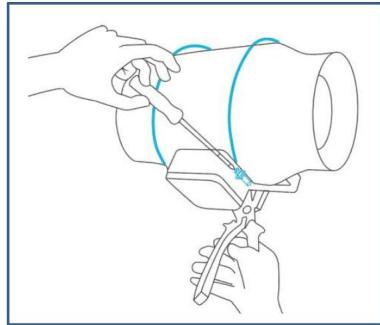

Abb. 10.
5. Setzen Sie die Metallringe wieder auf die Flansche und ziehen Sie die Schrauben wieder fest, um den Lüfter zu sichern. Siehe (Abb. 10).